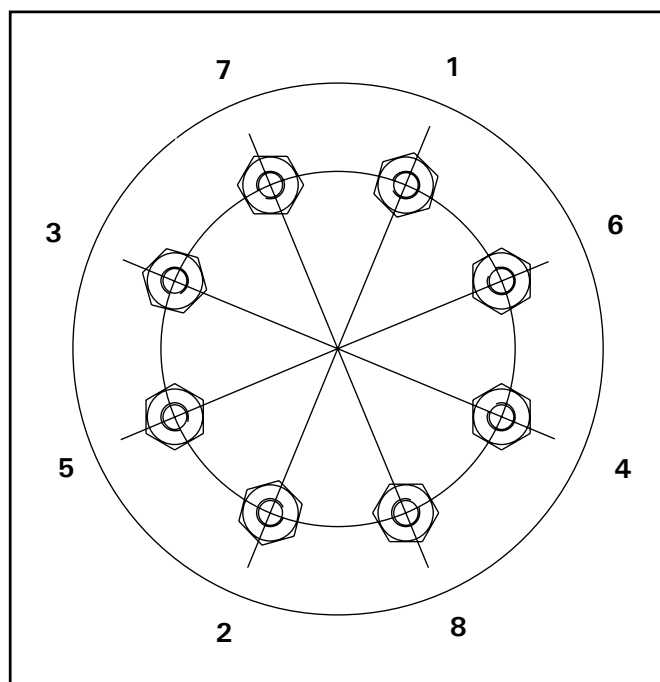

Рисунок 4.5 Последовательность затяжки болтов
3. После ручной затяжки болтов, следуйте последовательности затяжки болтов показанной на Рис. 4.5. Эта последовательность зависит от количества используемых болтов. Чертеж показывает логическую последовательность, которую следует соблюдать.